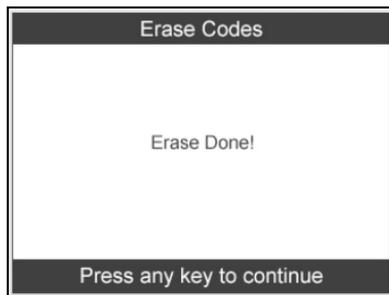

Imagen 6.7
- 3) Si los códigos se borran con éxito, aparecerá en pantalla el mensaje «¡**borrado terminado!**». Pulse cualquier tecla para continuar. (Imagen 6.7)